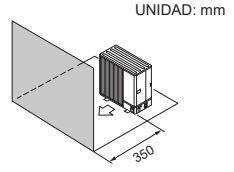

Fig. 2-9
- (4) Obstrucción o superficie cerrada solo en la parte frontal (Fig. 2-9)